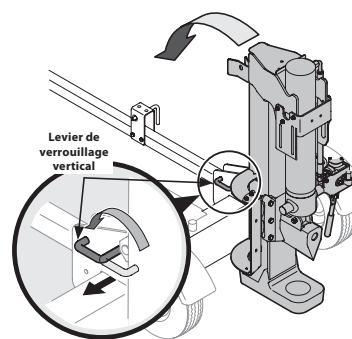

Figure 4
12. Retirez le levier de verrouillage vertical de la poutre et tournez-le. Faites pivoter la poutre en position horizontale jusqu'à ce qu'elle s'enclenche. Faites attention de ne pas vous pincer les mains. Voir Figure 4.